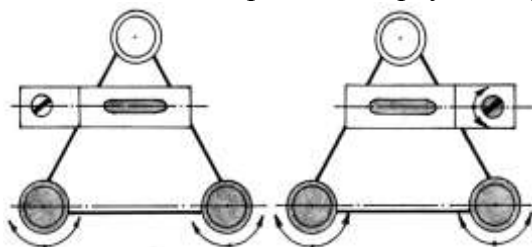

Рисунок 10. Первая поверка теодолита
1. Установить ось цилиндрического уровня при алидаде горизонтального круга по направлению на два любых подъемных винта подставки (рис. 10). Вращением этих винтов в противоположные стороны привести пузырек уровня точно на середину.